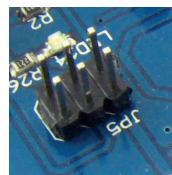

Fig.21 - Connettore ISP
- * il robot AAR con a bordo un connettore ISP (fig. 21)